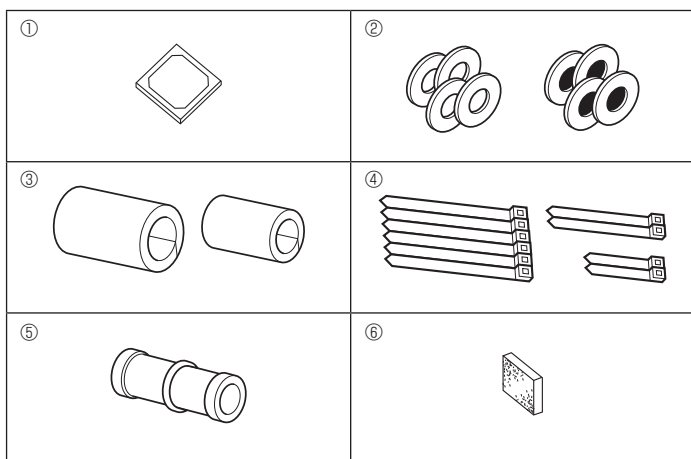

Fig. 2-1
2.1. Проверьте дополнительные принадлежности внутреннего блока (Fig. 2-1)